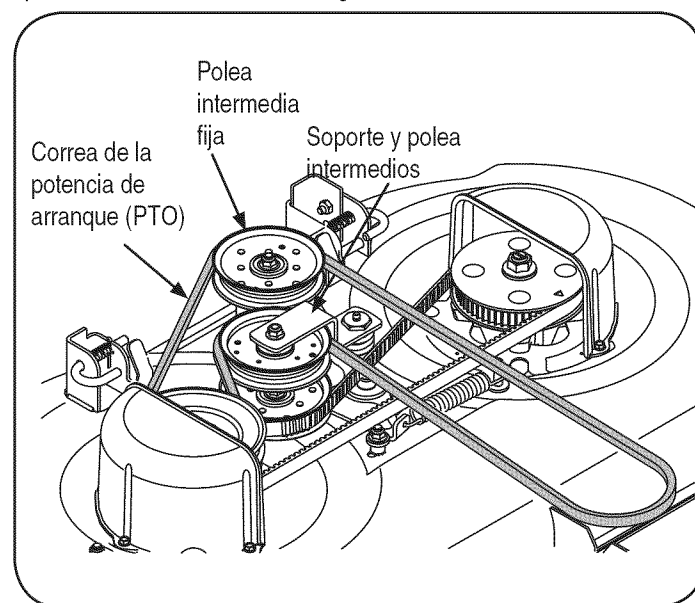

Figura 22
NOTA: Puede resultar necesario aflojar el tornillo hexagonal y la tuerca de seguridad con brida que sujetan la polea al soporte de la polea intermedia para pasar la correa entre la polea y el soporte. Deslice la correa entre la base de la polea intermedia y la parte superior de la polea intermedia de la correa de sincronización que aparece a continuación. Vea la Figura 22.
3. Enlace la correa y empújela fuera de la ranura en V de la polea de accionamiento ubicada en el conjunto derecho del husillo. Levante la correa por encima de la polea y hacia afuera desde la parte inferior de la cubierta del husillo. Vea la Figura 22.
5. Pase el lado posterior de la correa alrededor de la polea intermedia y entre dicha polea y la ménsula intermedia. Ajuste nuevamente el tornillo hexagonal y la tuerca seguridad con brida si los aflojó previamente. Vea la Figura 22.
6. Haga pasar la correa alrededor de la polea intermedia fija como se indica en la Figura 22 y vuelva a instalar la plataforma como se describe en "Reinstalación de la plataforma de corte" más adelante en esta sección.